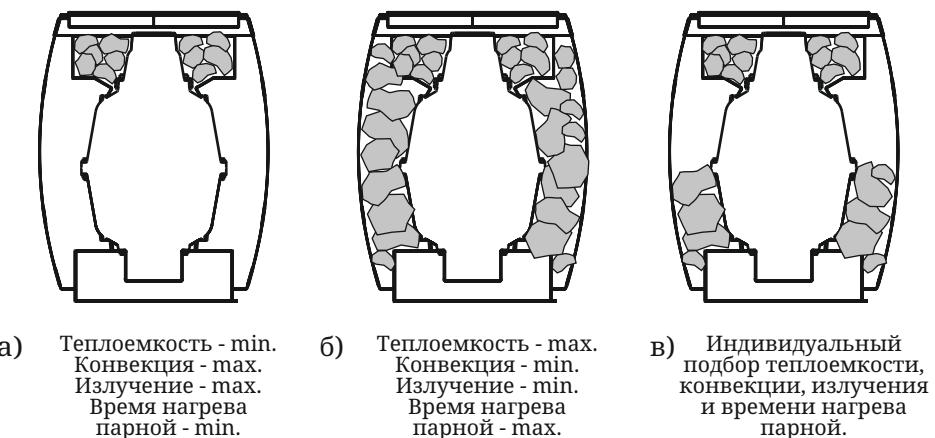

Рисунок 4. Варианты заполнения каменки
Первый вариант (рисунок 4а). Камни кладутся только в каменку топки и в съемную корзину, заполняя собой лишь видимое сверху пространство между топкой (3) и кожухом-бочкой (2). В этом случае в печь помещается около 30 кг камней. При таком заполнении печь представляет собой конвекционную печь с вентилируемой открытой каменкой, которая очень быстро нагревает парную с помощью воздушной конвекции и теплового излучения от стенок печи. При этом получить паровые режимы практически невозможно, стенки кожуха нагреваются как у обычных конвекционных печей.
Второй вариант (рисунок 4б). Камнями заполняется каменка топки и все пространство между топкой и кожухом. Масса камней, загружаемых в печь, при таком варианте их закладки может достигать 90 кг.
Третий вариант (рисунок 4в). Это комбинация из первого и, частично, из второго варианта. Камни закладываются также, как и в первом варианте, но, в дополнение к тому, можно частично заполнить камнями пространство в нижней части между топкой и кожухом, настолько, чтобы подобрать и оптимизировать параметры печи к уникальным особенностям конкретной парной и применительно канным предпочтениям ее владельца.